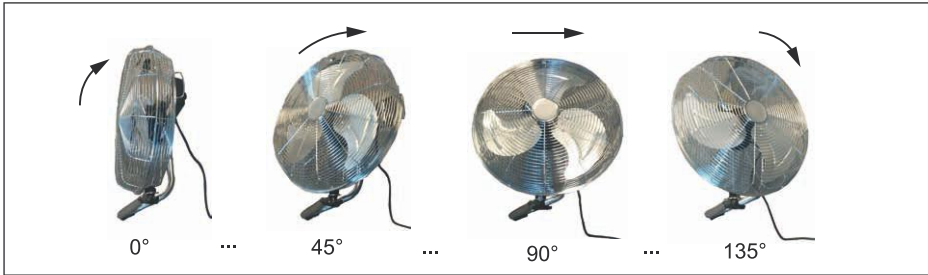

Fig.6: Neigungswinkel einstellen
1. Fassen Sie den Ventilator nur am Griff (11, Abb. 6) an und stellen Sie ihn auf eine staubfreie, stabile und horizontale Oberfläche.
3. Kippen Sie den Ventilator in die gewünschte Position, aus der das Gebläse kommen soll. Siehe Abb. 6.